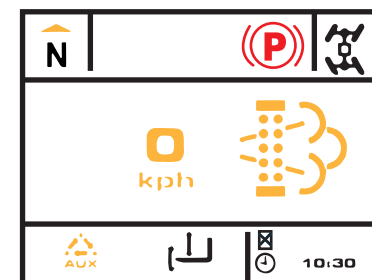

FIGURA 2
2. Pulse el botón de información (menos de 2 s) para acceder a la pantalla siguiente (Figura 2).